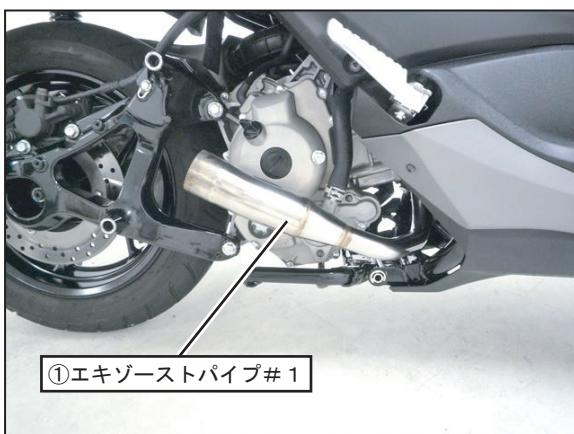

FIG. 2
3. 純正エキゾーストガスケットを新品に交換し、①エキゾーストパイプをエンジンの排気ポート部に純正ナットを使用して仮締めして下さい。 (FIG. 2, 3 参照)